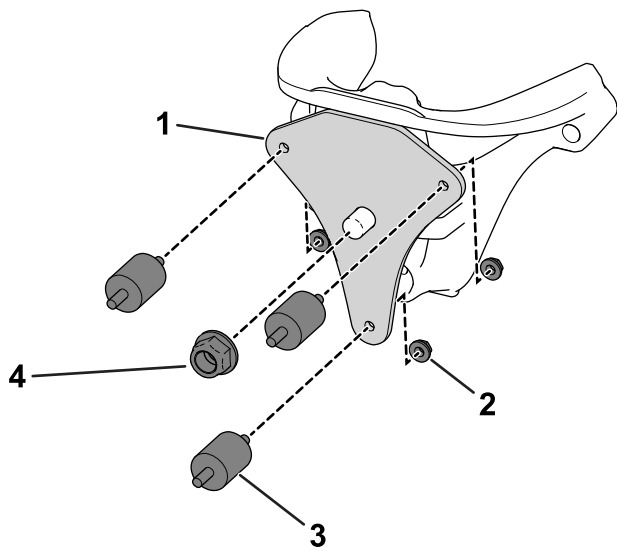

Figura 5
- Utilizzate un dado ($\frac{5}{8}$ ") per fissare la piastra di montaggio sulla testa di sterzo (**Figura 5**).
- Fissate i 3 supporti dell'ammortizzatore in gomma sulla piastra di montaggio con 3 dadi (5/16") come illustrato nella **Figura 5**.